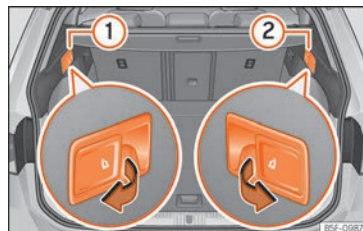

Abb. 164 Im Kofferraum: Entriegelungshebel im Abstand der Teile links ① und rechts ② von der Rücksitzlehne.
- Ziehen Sie am Hebel zur Fernentriegelung auf der linken » » » **Abb. 164** ① oder rechten ② Seite der Rückenlehne in Pfeilrichtung. Der entriegelte Teil der Rücksitzbank klappt nun automatisch nach vorn um.